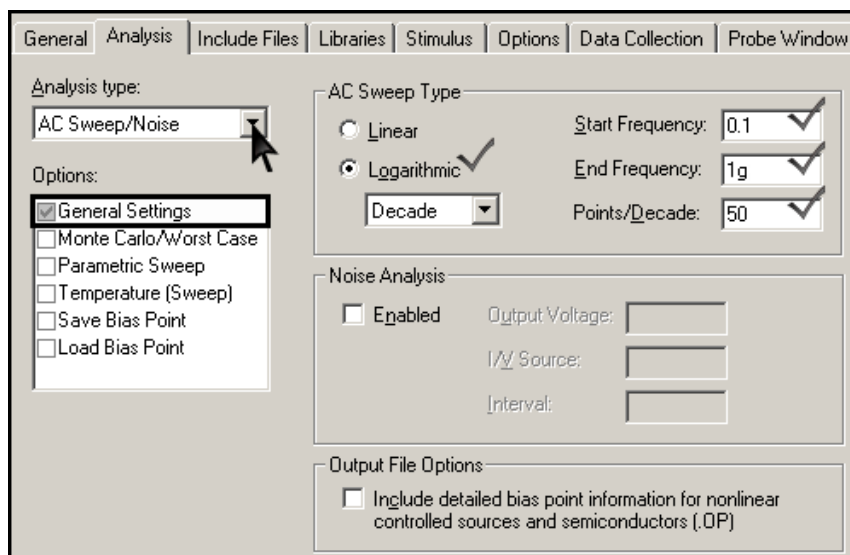

Рис. 14. Окно настройки моделирования. Настройка анализа AC Sweep
18. Выбрать тип анализа AC Sweep – анализ схемы в частотной области. Первоначальные параметры анализа задать, как показано на рис. 14.